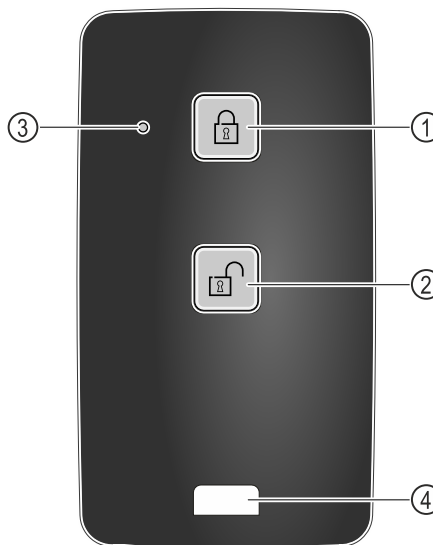

Fig. 147
- (1) Užrakto užrakinimas
- (2) Užrakto atrakinimas
- (3) Būsenos šviesos diodas
- (4) Tvirtinimo ąsa
- ▶ Paspauskite mygtuką Fig. 147 (1) ant nuotolinio valdymo pulto.
- ▶ Paspauskite mygtuką Fig. 147 (2) ant nuotolinio valdymo pulto.
- ▶ Paspaudus mygtuką, būsenos šviesos diodas Fig. 147 (3) duoda vaizdinį atsaką.
- ▶ ąsa Fig. 147 (4), skirtos tvirtinti nuotolinio valdymo pultą, pavyzdžiui, prie raktų ryšulio.